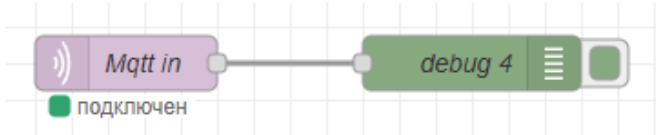

Рис. 3.3. Прием сообщений из брокера
1. Для приема сообщений из брокера используется узел MQTT In. Добавьте узел debug (для отображения, получаемого узлом сообщения). Подключите его к узлу MQTT In (см. рис. 3.3).
2. Дважды кликните мышкой по узлу MQTT In, чтобы открыть окно настроек (см. рис. 3.3).